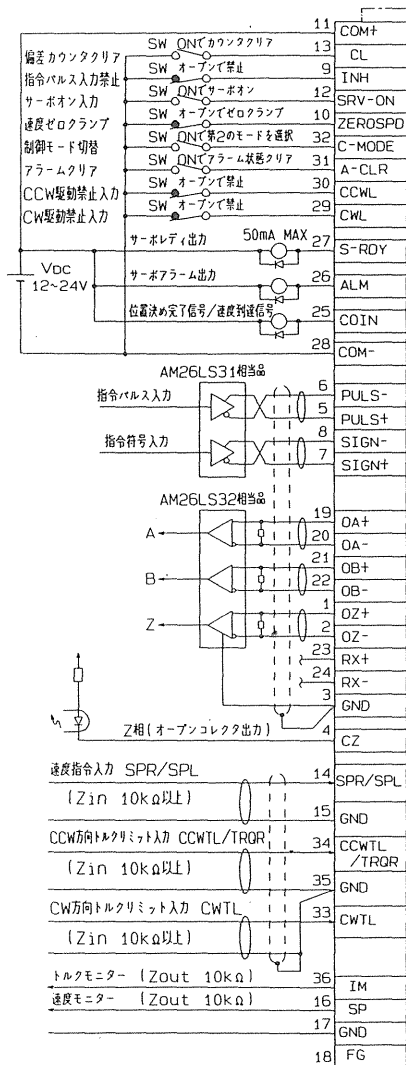

図2. コネクタ CN 1/F への配線例
- (1) 図2の“コネクタ CN 1/F への配線例”を参考にして配線してください。
- (2) COM+, COM-間に接続される外部制御用のDC12~24Vの制御信号電源はお客様の方で準備ください。
- (3) ドライバと周辺機器は、配線が短くなるように極力近距離(3m以内)に配置してください。
- (4) パワーライン(R, S, T, U, V, W, E)との配線とはできるだけ(30cm以上)離してください。同一のダクトに通したり、一緒に結束しないでください。
- (5) 制御出力(S-RDY, ALM, COIN)の各端子にDC24V50mA以上を印加したり、逆極性に電圧を印加したりしないでください。ドライバが破損します。
- (6) 制御出力端子でリレーを直接ドライブする時は、リレーと並列に図2に示す方向でダイオードを装着してください。ダイオードの未装着、逆方向の装着ではドライバが破損します。
- (7) 図2に示すようにCN 1/Fの信号ライン(特にアナログ指令入力、指令パルス入力、エンコーダのフィードバックパルス出力等)の配線は、シールド付ツイストペア線を使用してください。シールドはドライバ側でシグナルグランド(GND)に接続してください。
コネクタCN I/Fの接続の詳細を示します。13ページ、図2に示す配線例もあわせて参照ください。